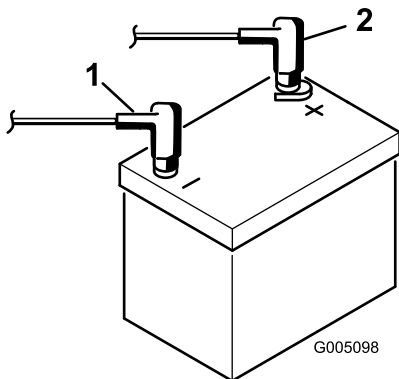

Bild 6
3. Befestigen Sie den Sitz, das Sitzseitenteil und die Sitzführungen mit den Sicherungsmuttern (5/16 Zoll) (Bild 6), die den losen Teilen beiliegen, an der
2. Schließen Sie das Pluskabel der Batterie (rot) vom Startermagnet an den positiven Pol (+) der Batterie an (Bild 6). Ziehen Sie es mit einem Schraubenschlüssel an und überziehen Sie die Klemmen/Pole mit Vaseline. Achten Sie darauf, dass das Kabel nicht mit dem Sitz in Berührung kommt, wenn der Sitz ganz nach hinten gestellt ist, da das Kabel ansonsten abgenutzt oder beschädigt werden kann.